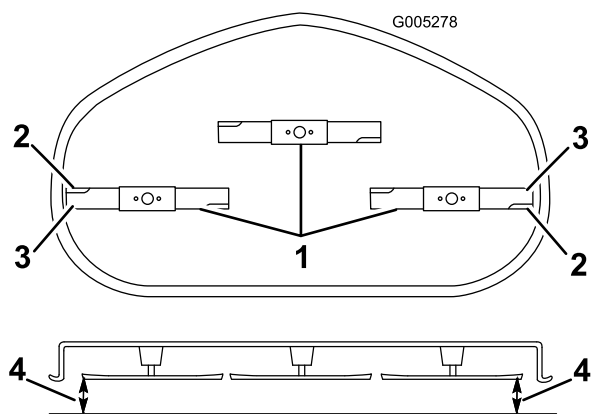

**Figura 69**
8. Eleve o baje el lado izquierdo de la carcasa de corte girando la tuerca trasera (Figura 69).
**Nota:** Gire la tuerca trasera en sentido horario para elevar la carcasa de corte; gire la tuerca trasera en sentido antihorario para bajar la carcasa de corte (Figura 69).